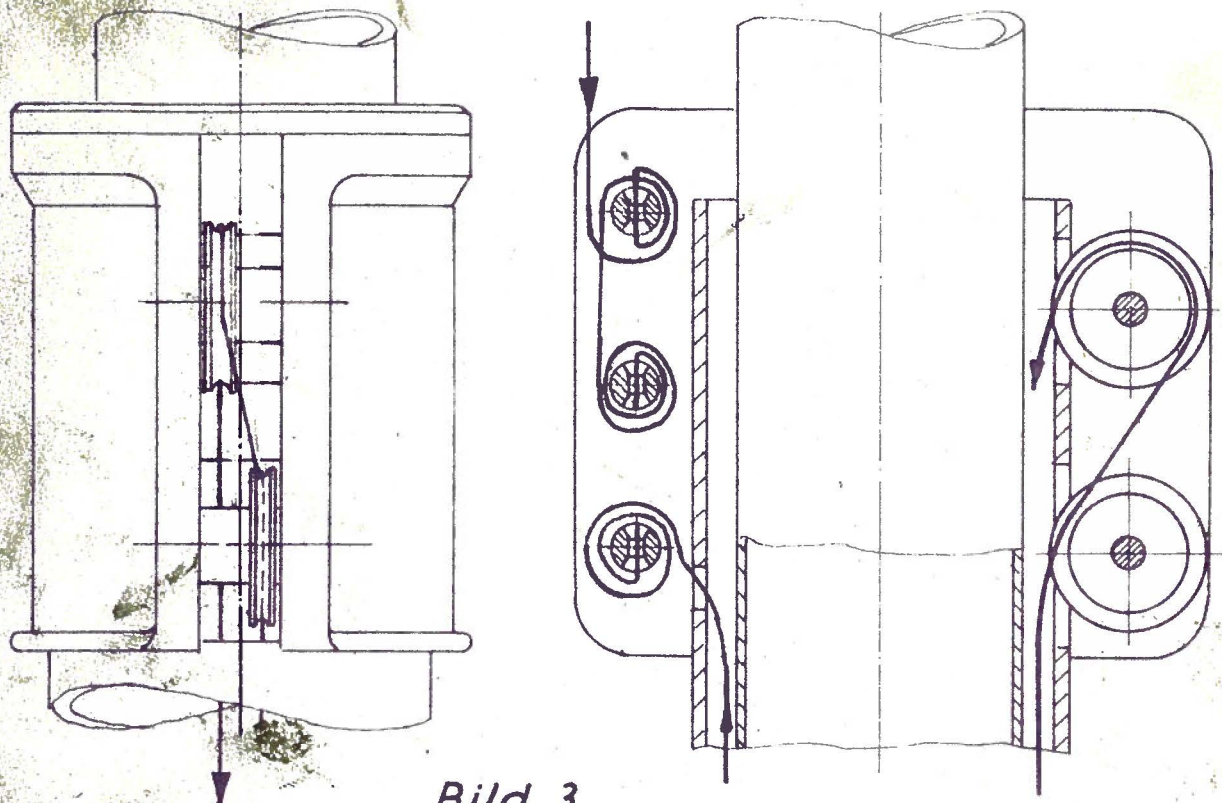

Bild 3
8. Kopfschelle 88 am Standrohr befestigen und die Seilrollen einsetzen. Die Schleife des Auszugseils I so über die Seilrollen legen wie Bild 3 zeigt.
17. Das Ende des Auszugseiles II verlöten und entsprechend Bild 3 durch die Bohrung des ersten Spannbolzen an der Kopfschelle 88 ziehen, das Ende um den Spannbolzen legen und Seil so spannen, daß Rohr 72 bei leichtem Druck auf den Mastkopf ca. 5 mm ausgefahren ist. Danach wird das Seil durch die Bohrung des mittleren Spannbolzen gesteckt, in der unter D 8 beschriebenen Weise mit einer Abbindung versehen und so gespannt, daß der erste Spannbolzen entlastet ist.
18. Rückholseil II entsprechend Bild 3 in der bekannten Weise an dritten Spannbolzen befestigen und so spannen, daß der durch das Auszugseil eingestellte Abstand zwischen den Kopfschellen verringert wird.